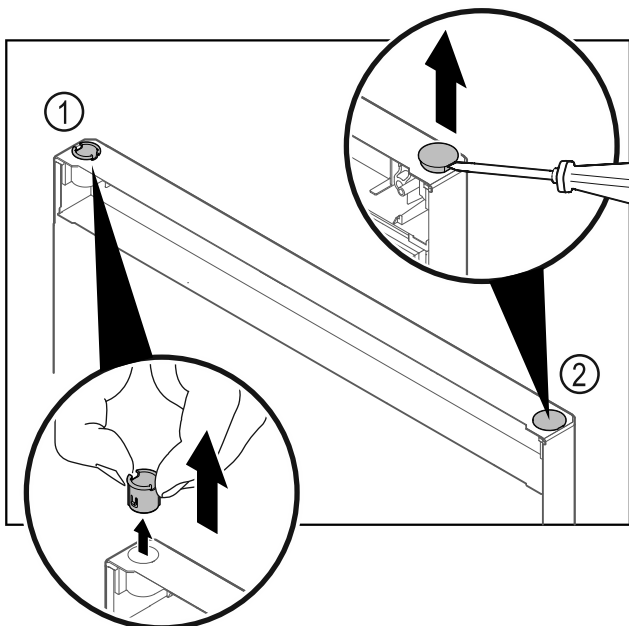

Fig. 29
- ▶ Изтеглете с пръсти втулката на пантата Fig. 29 (1).
- ▶ С плоска отвертка внимателно повдигнете покриващата тапа Fig. 29 (2) и я извадете.